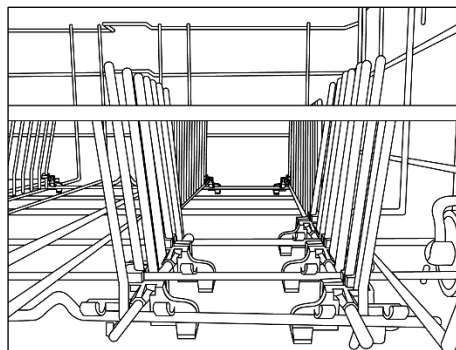
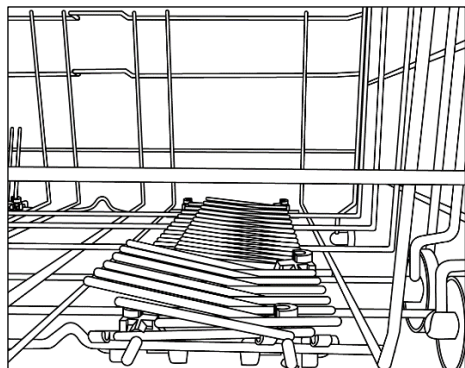

Fig. 2
Fig. 3
- Le lave vaisselle est doté d'un tuyau pour la prise d'eau avec un embout fileté 3/4" (fig. 2).
• COUPURE DE L'EAU (fig. 3)
2. Puis lâchez-le lentement dans la position correcte (fig. 2).
N.B.: NE SOULEVEZ JAMAIS ET NE BAISSÉZ JAMAIS LE PANIER D'UN SEUL CÔTÉ UNIQUEMENT (fig. 3).
Des supports pliables (fig.2 et fig.3) peuvent être fournis dans le panier inférieur pour optimiser la stabilité de la vaisselle. Les supports peuvent être relevés ou abaissés pour accueillir des tailles et ou des formes qui ne sont pas standard, pour un maximum de flexibilité.
- Pour un entretien facilité, le réservoir central est amovible (fig.2).
- Retirer la plaque métallique (fig.3) et laver l'ensemble du système de filtrage sous le robinet d'eau. Si nécessaire, une petite brosse peut être utilisée.